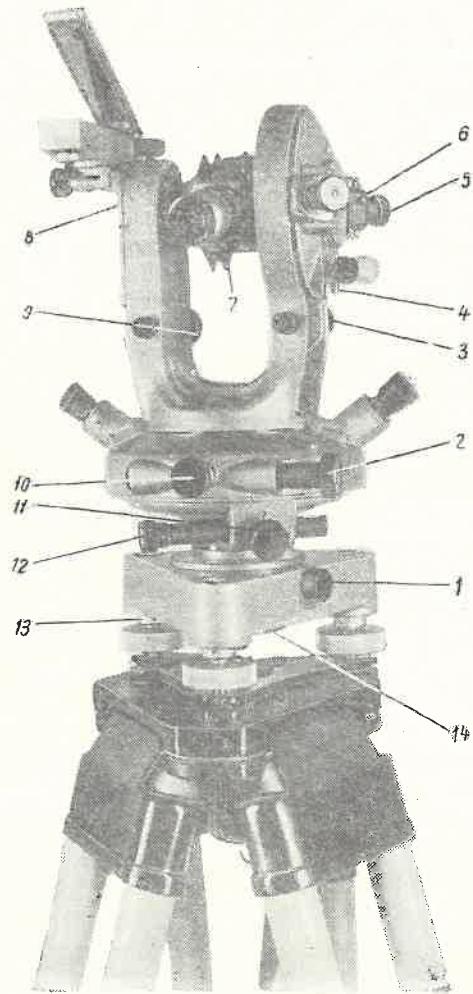
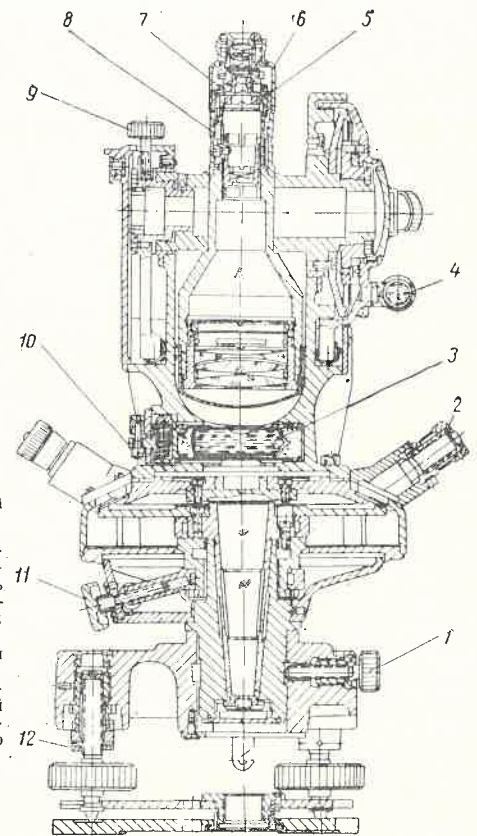

Рис. 1. Теодолит на треножке с ориентир-буссолью:
Рис. 2. Чертеж теодолита в разрезе:
Внешний вид теодолита представлен на рис. 1, чертеж теодолита в разрезе — на рис. 2.
Теодолит устанавливают в треножник и закрепляют винтом 1 (рис. 2). В нижней части треножника находится трегер с пружиной, в центре которой укреплена втулка с резьбой для станового винта штатива.
Отсчитывают по горизонтальному кругу с помощью верньеров через неподвижные лупы 2, укрепленные на кожухе. Винт 11 (см. рис. 1) предназначен для закрепления горизонтального круга, а винтом 12 кругу сообщается микрометрическое вращение. Алидада с горизонтальным кругом скрепляется винтом 10.
Верхняя часть теодолита представляет собой колонку, в которой укреплена горизонтальная ось со зрительной трубой. Труба поворачивается на  $360^\circ$  вокруг горизонтальной оси. После грубой наводки по высоте трубу закрепляют винтом 9 (см. рис. 2), точная наводка по высоте регулируется винтом 9 (см. рис. 1), а по азимуту — винтом 2.
Вращением кольца кремальеры 8 (см. рис. 2) трубу фокусируют на предметы, удаленные на разные расстояния. С горизонтальной осью трубы жестко скреплен вертикальный круг, который предназначен для измерения вертикальных углов. Отсчитывают по вертикальному кругу с помощью верньеров через неподвижные лупы 5 (см. рис. 1), укрепленные на кожухе вертикального круга. Иллюминаторы 6 создают равномерный светлый фон поля зрения лупы.
С алидадой жестко скреплен уровень 4 (см. рис. 2), который необходим при определении места нуля вертикального круга и при измерении вертикальных углов.
стоит из двух индексов и магнитной стрелки. Для уравновешивания магнитной стрелки на ее южный конец надет грузик, который можно перемещать вдоль стрелки. В крышке 8 (см. рис. 1) теодолита для закрепления буссоли предусмотрен паз. Перед работой буссоль необходимо разарретировать.
При отвесном положении вертикальной оси теодолита пузырек уровня 3 (см. рис. 2) на алидаде горизонтального круга должен занимать среднее положение.
Для проверки положения вертикальной линии сетки теодолит устанавливают на штативе на расстоянии 4—5 м от нитяного отвеса, вертикальную ось теодолита приводят в отвесное положение по уровню 3 (см. рис. 2). Нить отвеса должна быть достаточно длинной для того, чтобы ее можно было наблюдать в трубу в пределах всего поля зрения. Если вертикальная линия сетки не совпадает с изображением отвеса, то следует отвернуть колпачок 6, отпустить четыре винта 5 и повернуть окулярную часть так, чтобы вертикальная линия сетки была параллельна нитяному отвесу. Затем надо снова закрепить винты.
2. Исправительными винтами 4 (см. рис. 1) привести пузырек уровня алидады вертикального круга на середину.